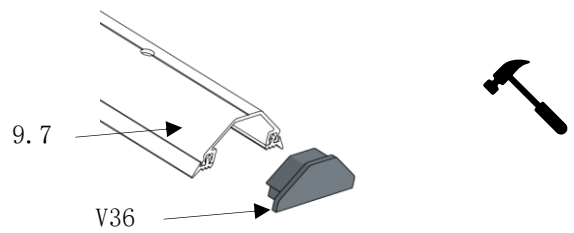

Abb. 103
- die Arbeitsschritte werden beim Einbau der verbleibenden Endkappen in gleicher Weise wiederholt. (Abb. 103)